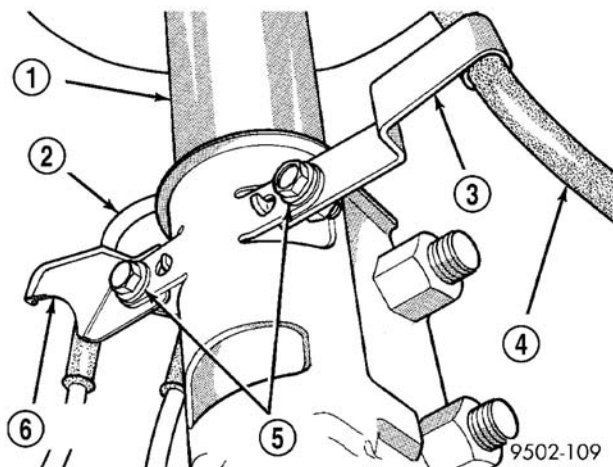

图 40 制动软管及车速传感器电缆走线
- （4）从滑柱阻尼器支架上拆下液压制动软管固定支架及车速传感器电缆支架（图 40）。